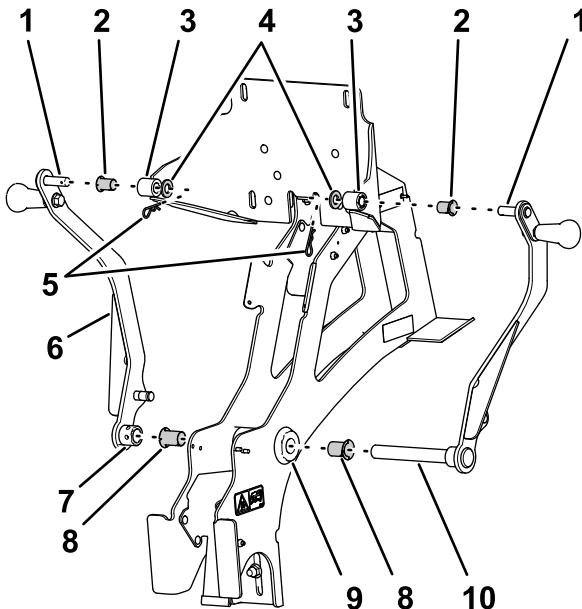

Figura 16
- Insira os casquilhos flangeados (3/4 pol. de diâmetro interno) em cada extremidade do tubo da articulação na estrutura de suporte principal (Figura 16).
- Insira um casquillo flangeado (1/2 pol. de diâmetro interno) nos cubos esquerdo e direito da placa posterior (Figura 16).
no lado direito do tubo da articulação e a articulação (Figura 16).
4. Monte o pino de articulação superior do braço da cavidade direita através do cubo direito da placa posterior (Figura 16).
5. Fixe o pino da articulação superior à placa posterior com uma anilha (1/2 pol.) e um gancho (Figura 16).
6. Monte o cubo do braço da cavidade esquerda por cima da extremidade do pino de articulação inferior do braço da cavidade direita, que está saliente para a esquerda do casquilho flangeado esquerdo no tubo da articulação (Figura 16).
7. Monte o pino de articulação superior do braço da cavidade esquerda através do cubo esquerdo da placa posterior (Figura 16).
8. Fixe o pino da articulação superior do braço da cavidade esquerda à placa posterior com uma anilha (1/2 pol.) e um gancho (Figura 16).